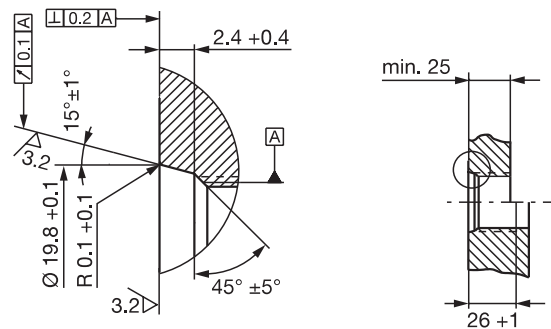

Fig. 4-3 : Trou de vissage M18x1.5 selon ISO 6149, joint torique 15.4x2.1
- ▶ Préparer le trou de vissage avec filetage (lamage pour joint torique, le cas échéant) selon la figure 4-3 ou 4-4.